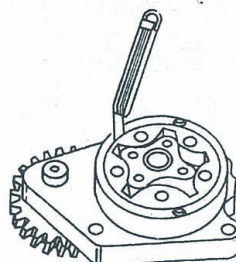

图 1-394 测量行星轮与壳体之间的间隙
- 8) 用塞尺测量行星轮与壳体之间的间隙, 见图 1-394。最小值为 0.177 8mm, 最大值为 0.381mm。